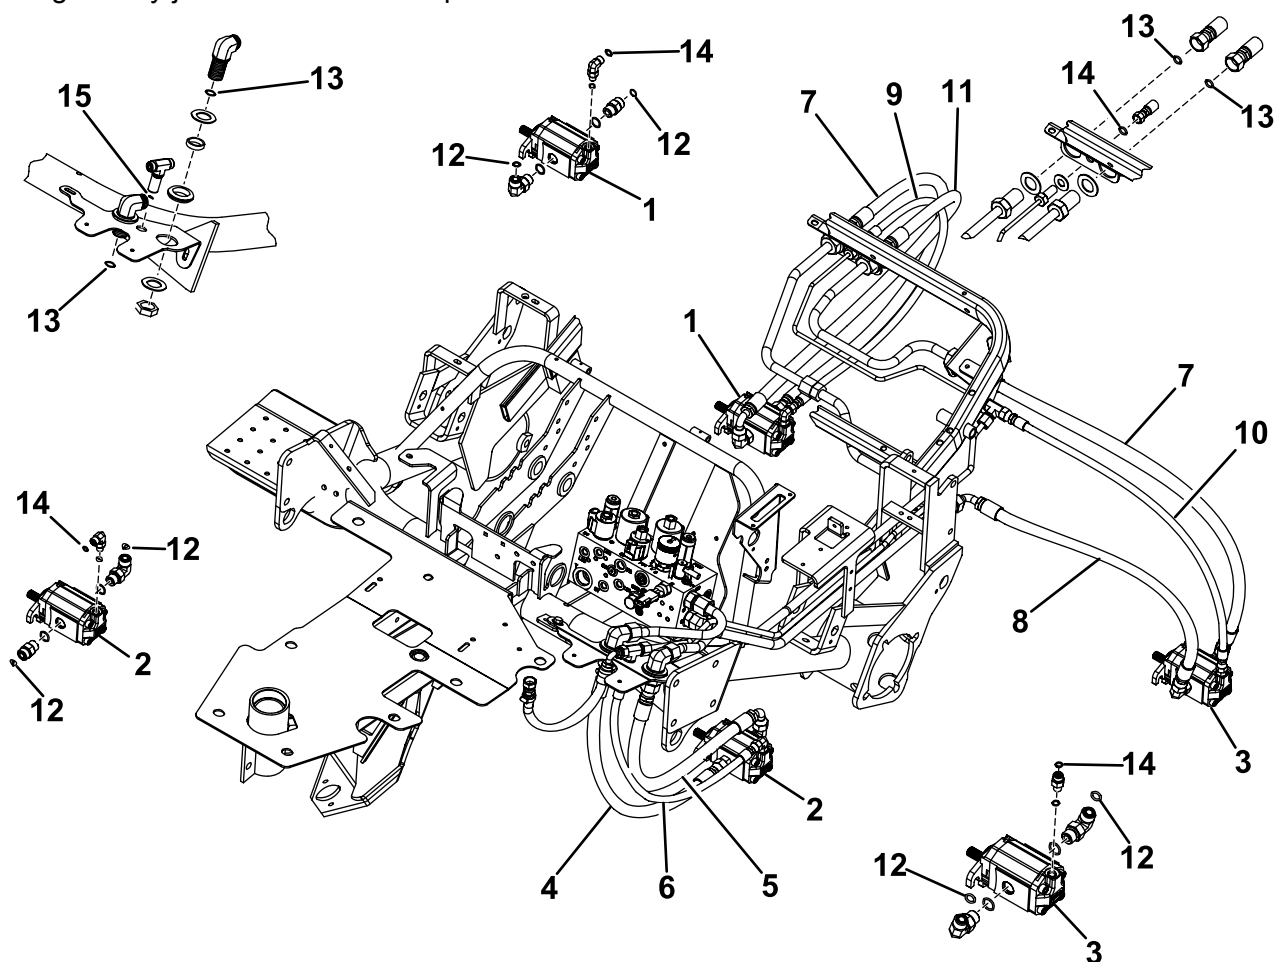

Figura 1
1. Localice y retire las mangueras a sustituir según se muestra en **Figura 1**.
El número de pieza de cada manguera nueva se indica en **Figura 1**.